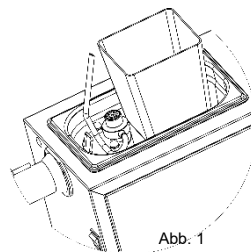

Abb. 1
- Schwenken Sie das Saugrohr hoch und nehmen Sie den Milchtopf heraus. (Abb. 1)